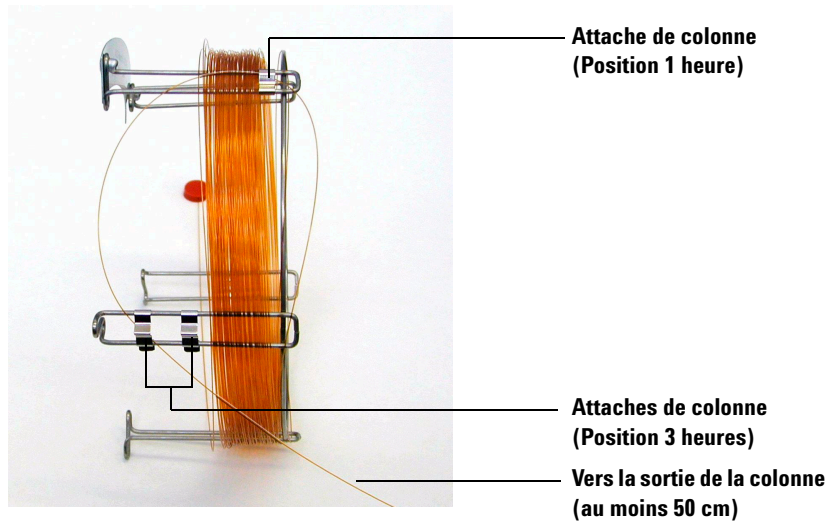

Figure 6 Colonne passée dans l'attache à 3 heures
- 5 Enfiler ensuite l'extrémité de sortie de la colonne dans les attaches à 3 heures de sorte que la colonne ait son extrémité dirigée vers l'arrière de son support. S'assurer que la partie de colonne située entre les deux attaches NE dépasse PAS de l'étiquette de la colonne. Cf. Figure 6.